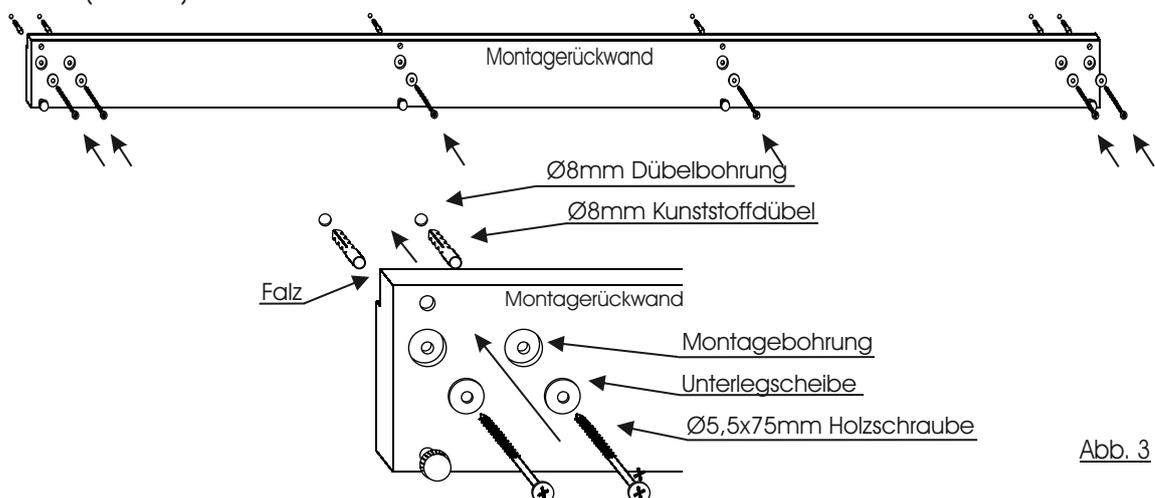

Abb. 3
3. Drehen Sie den Sockelgleiter auseinander. (Abb. 2) und stecken das Zapfenteil in die entsprechenden Bohrungen des Unterbodens. Sichern Sie den Gleiter mit je einer $\text{Ø}4 \times 17\text{mm}$ RW-Schraube. Anschließend wird das Gleitelement wieder aufgeschraubt. (Abb. 3)
5. Bohren Sie die Dübellöcher mit einem $\text{\O}8\text{mm}$ Bohrer und montieren Sie die Montagerückwand mit den $\text{\O}8\text{mm}$ Kunststoffdübeln, Unterlegscheiben und $\text{\O}5,5 \times 75\text{mm}$ Holzschrauben waagrecht an die Zimmerwand. (Abb. 3)